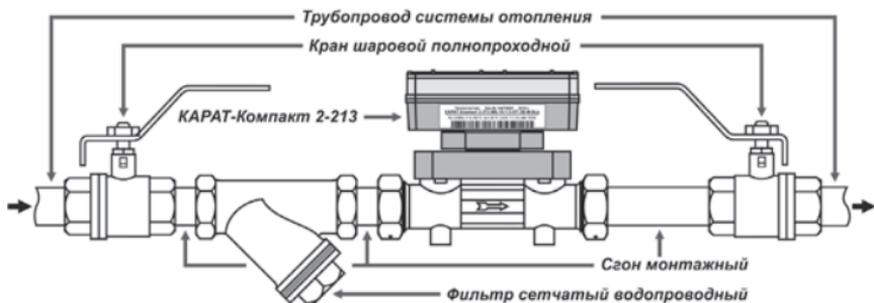

Рисунок 13 – Пример монтажа теплосчетчика в трубопровод
- подать рабочее давление в трубопровод и визуально убедиться в герметичности монтажа полученной сборки (рисунок 13).